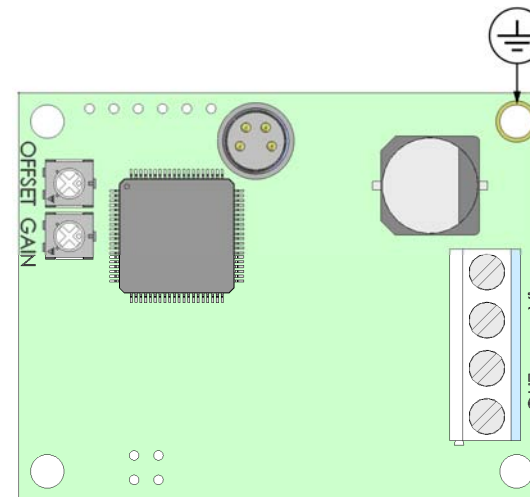

図1 ボード(3 線式)
1. 電子回路部の隅にある取付け穴を使用して、モジュールをしっかりと取り付けます。必要に応じて、オプションの取付けブラケットを使用してください。めっきされた取付け穴から必ず接地接続してください。図 1 を参照。